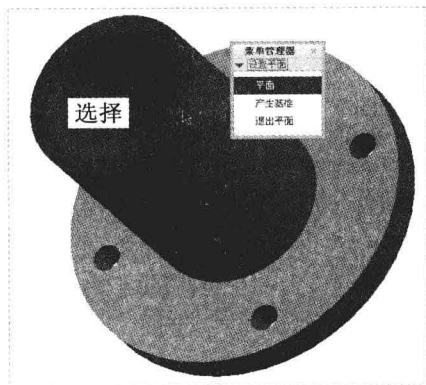

图 8-77 选择合适的平面
Step 07 单击“接受值”按钮 ，弹出“设置平面”菜单管理器，在绘图区选择合适的平面，如图 8-77 所示。